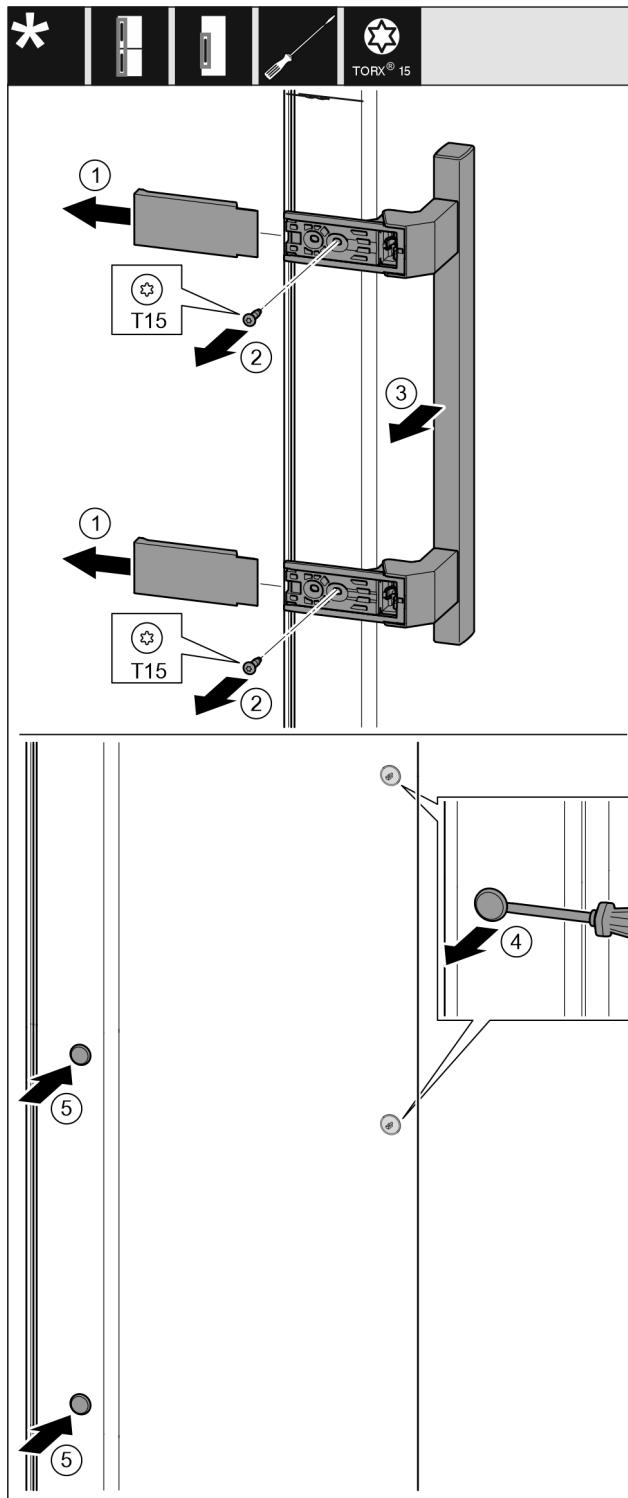

Fig. 20
- ▶ Αφαιρέστε το κάλυμμα. *Fig. 20 (1)*
- ▶ Ξεβιδώστε τις βίδες με κατσαβίδι T15. *Fig. 20 (2)*
- ▶ Αφαιρέστε τη λαβή. *Fig. 20 (3)*
- ▶ Ανασηκώστε προσεκτικά και τραβήξτε έξω την πλαϊνή τάπα με ένα ίσιο κατσαβίδι. *Fig. 20 (4)*
- ▶ Τοποθετήστε ξανά την τάπα στην άλλη πλευρά. *Fig. 20 (5)*